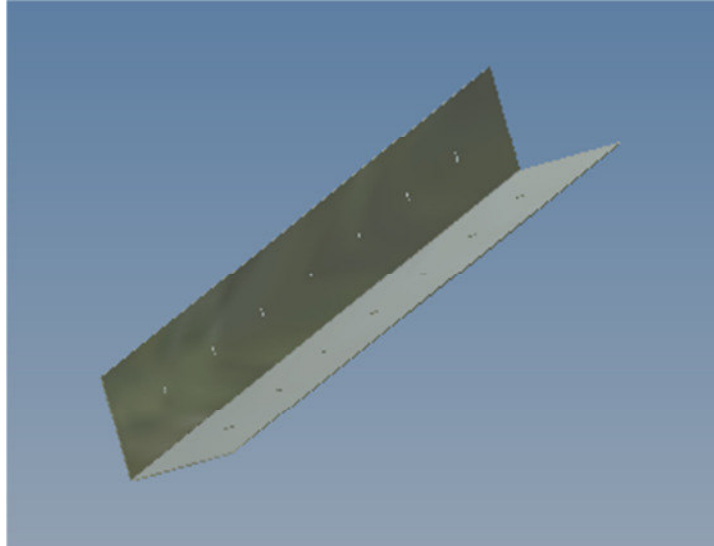
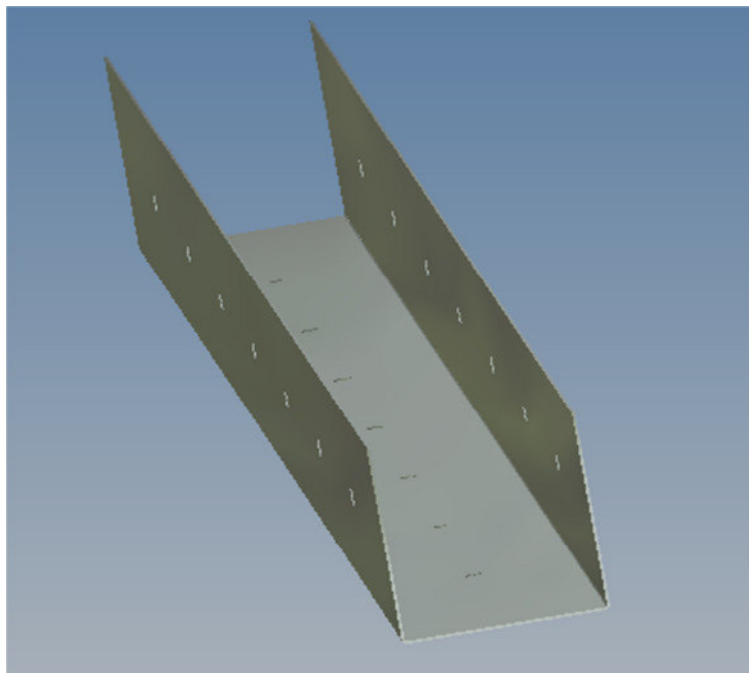

Bild 10 Eckabdichtung
Bild 11 Kreuzabdichtung
3.2.6 Einbau der Eckabdichtungen (Bild 10) und Kreuzabdichtungen (Bild 11) zum Verschießen der konstruktiven Bauteilfugen.